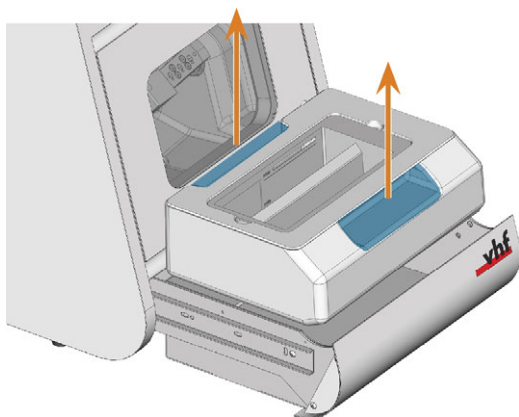

FIG. 33 RETRAIT DU RÉSERVOIR DU TIROIR POUR LIQUIDE DE REFROIDISSEMENT
5. Retirez le réservoir de liquide de refroidissement du tiroir dans la direction indiquée par la flèche (☞ Fig. 33 en dessous).